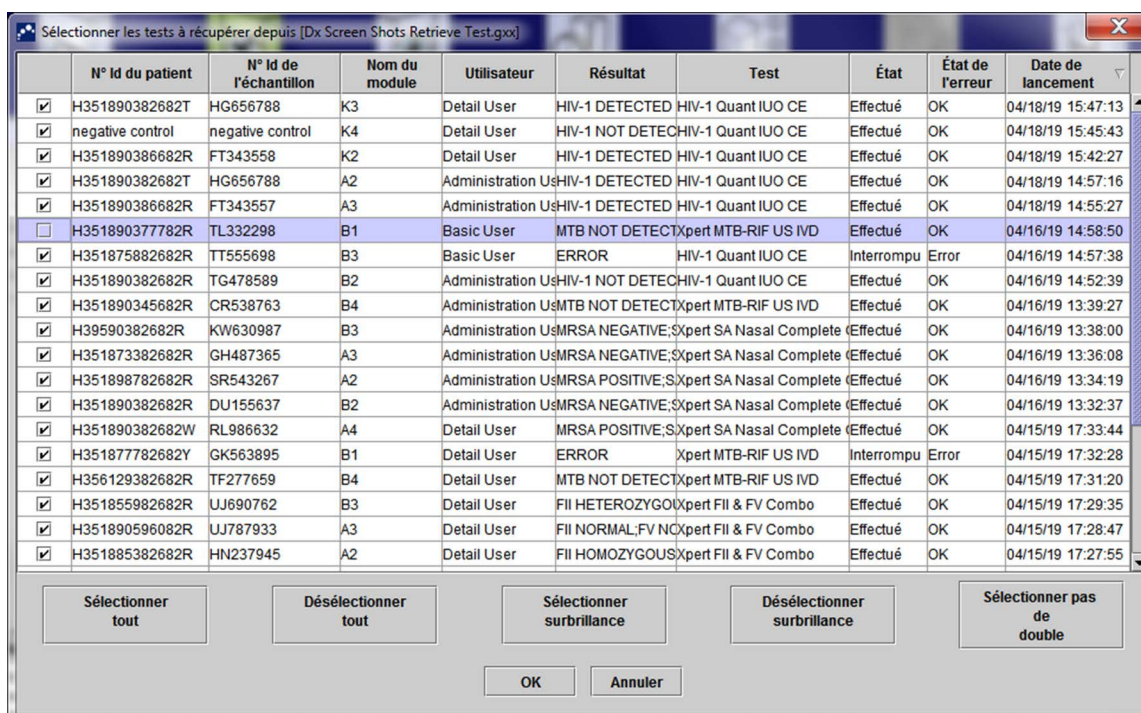

Figure 5-71. Boîte de dialogue Sélectionner les tests à récupérer
3. La boîte de dialogue Sélectionner les tests à récupérer depuis s'affiche (cf. Figure 5-71). Les tests déjà existants dans la base de données actuelle apparaissent en rouge.